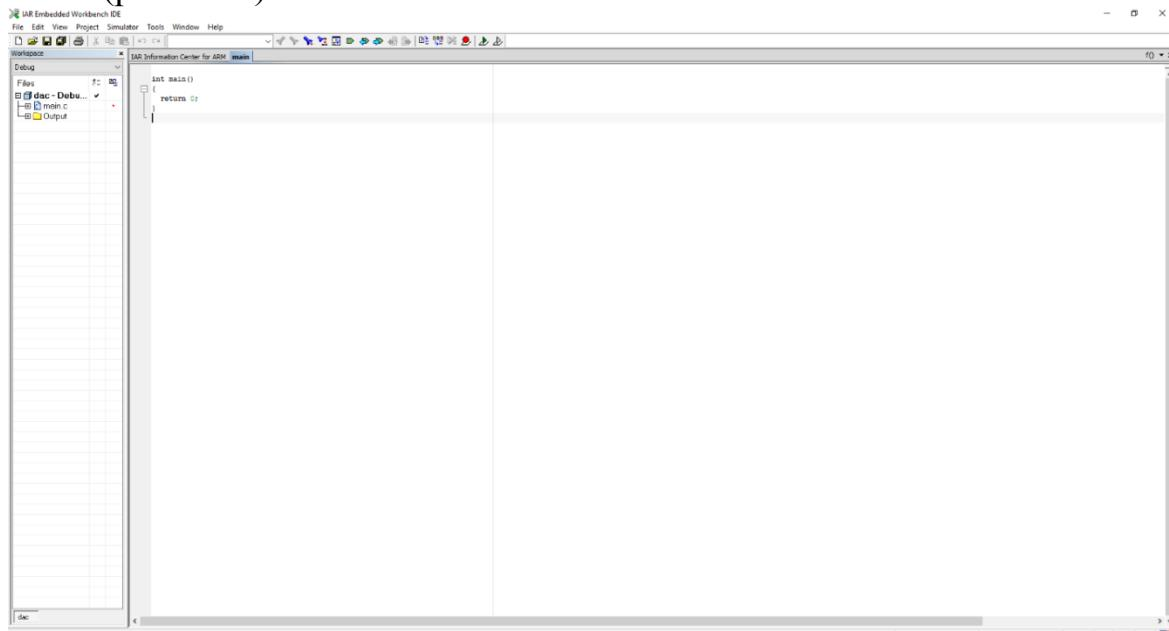

Рис.1.15. Рабочее окно проекта
4. После сохранения проекта будет открыто его рабочее окно (рис. 1.15).